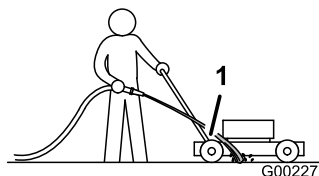

Figura 29
3. Mantenha a mangueira ligada ao nível do manípulo e direcione a água para fluir para o solo mesmo em frente do pneu traseiro direito (Figura 29).